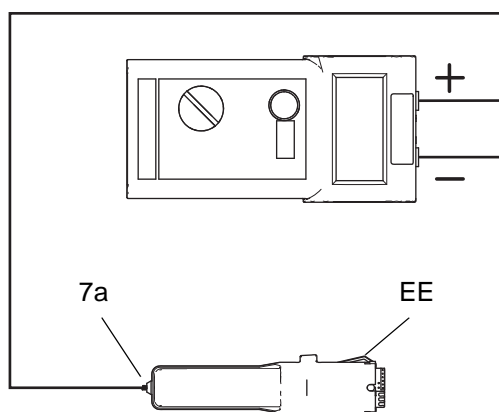

FIG. 22 . Test de la résistance de l'alimentation électrique
1. Débranchez l'alimentation électrique (7), page 47.
2. Débranchez l'alternateur de la turbine (8) de l'alimentation électrique, page 48.
3. Mesurez la résistance entre les barrettes de terre de l'alimentation électrique (EE) et le ressort (7a). Consultez la FIGURE 22.